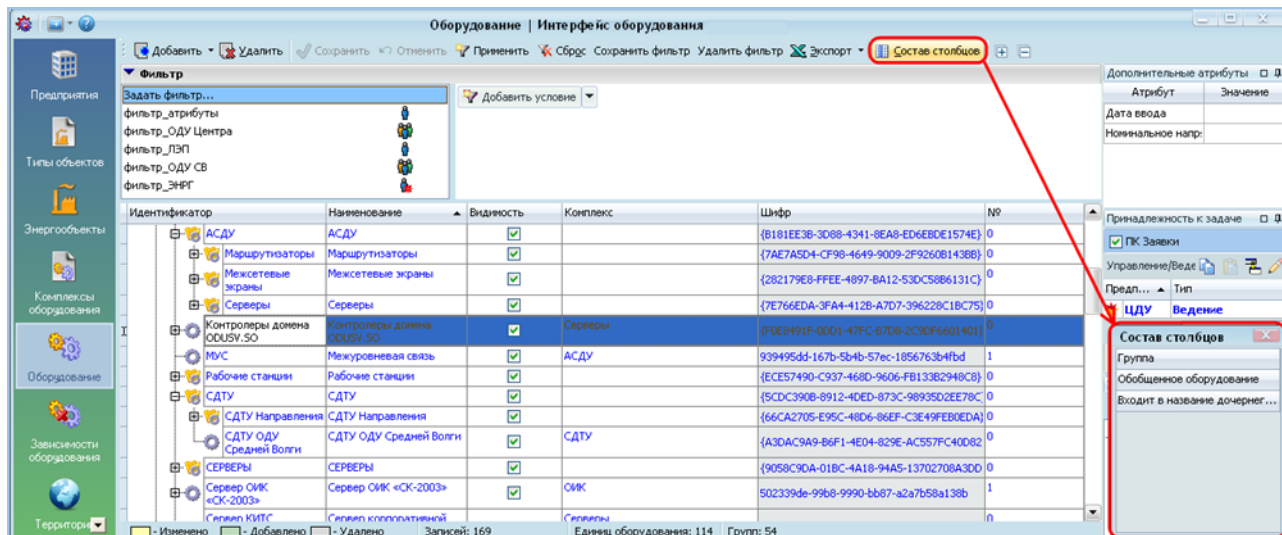

Рисунок 15.4 – Вызов настройки состава столбцов через главное меню
- на панели инструментов нажать на кнопку [ Состав столбцов] (Рисунок 15.4);